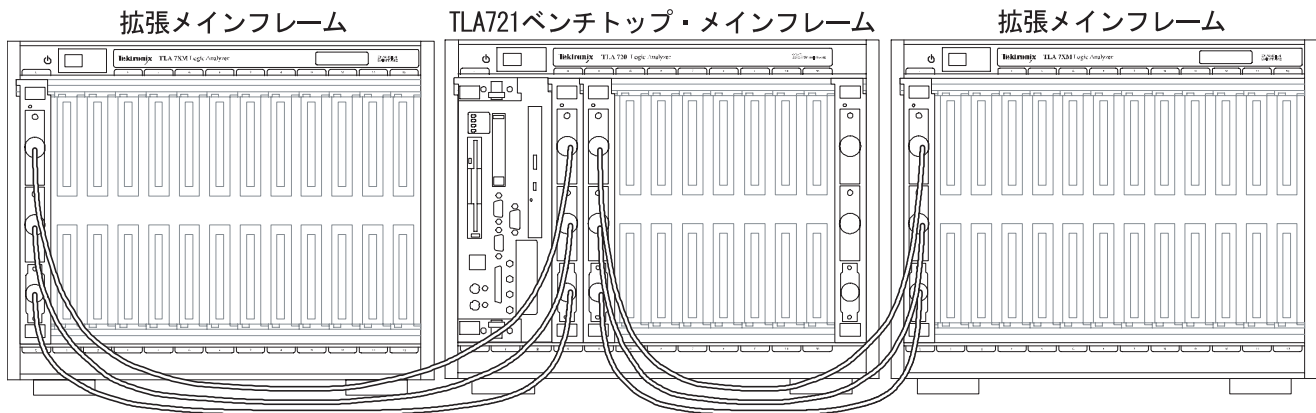
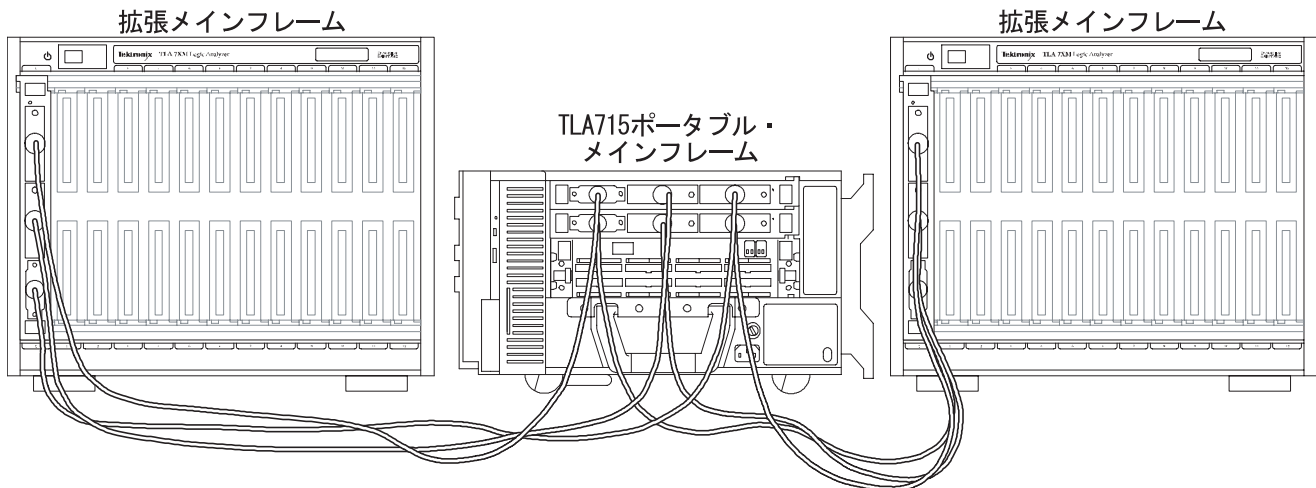

図 2 : TLA721 Benchtop Mainframe と 2 台の TLA7XM Expansion Mainframe
図 3 : TLA715 Portable Mainframe と 2 台の TLA7XM Expansion Mainframe
拡張メインフレームを2 台インストールする場合、空きスロットの数を最大にするために、2 台の拡張モジュールをベンチトップ・コントローラ・モジュールの隣にインストールすることを検討してください(4 ページの図2を参照)。
TLA715 Portable Mainframe がある場合、拡張モジュールを任意のスロットにインストールします。1 台または 2 台の拡張メインフレームをインストールする場合、拡張モジュールをスロット 1 にインストールできません（4 ページの図 3 を参照）。
5. 図 2 または図 3 のセットアップでは、TLA721 Benchtop Mainframe または TLA715 Portable Mainframe の左側の拡張メインフレームの右上側のアウトライン部分に EXPANSION 1 ラベルを貼ります。TLA721 Benchtop Mainframe または TLA715 Portable Mainframe の右側の拡張メインフレームの右上側のアウトライン部分に EXPANSION 2 ラベルを貼ります。